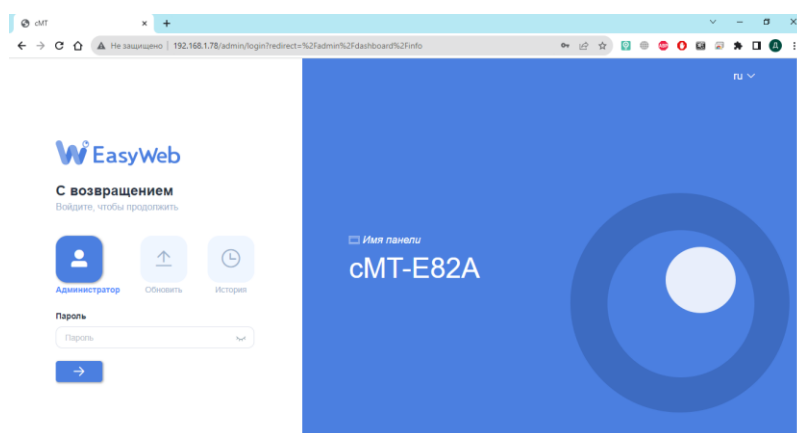

Рисунок 4.31 – Web-интерфейс панели оператора БС
2. В поисковой строке Web-браузера ввести IP-адрес панели оператора, установленный в п.п. 4.2.1 и нажать «Enter» на клавиатуре АРМ администратора (рисунок 4.31).